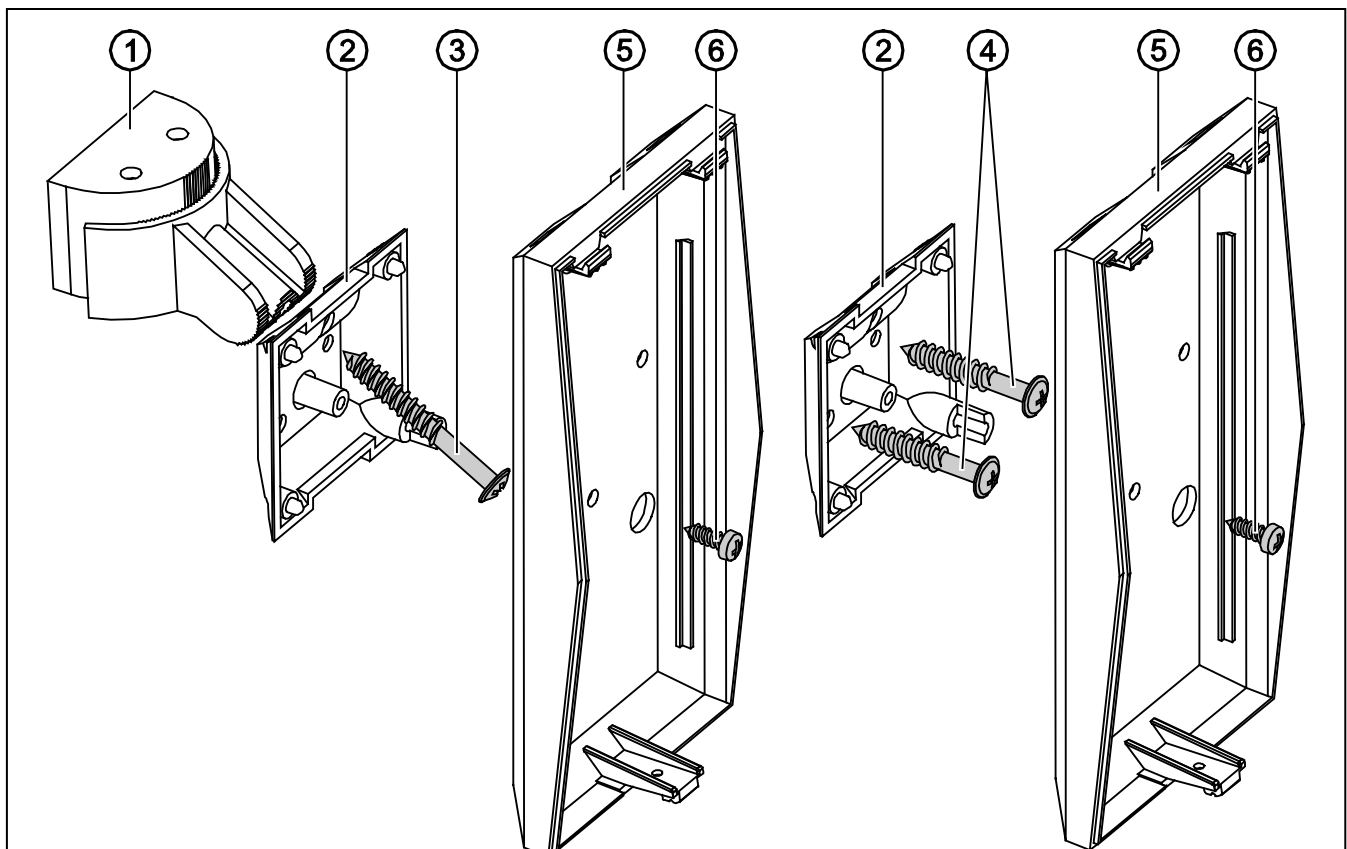

Fig. 2. Moyen de montage du détecteur au support réglable et directement au mur.
7. Fixer l'élément d'autoprotection au support visé au mur ou bien directement au mur (voir la fig. 2).
8. Fixer la paroi arrière du boîtier à l'élément d'autoprotection (voir la fig. 2).